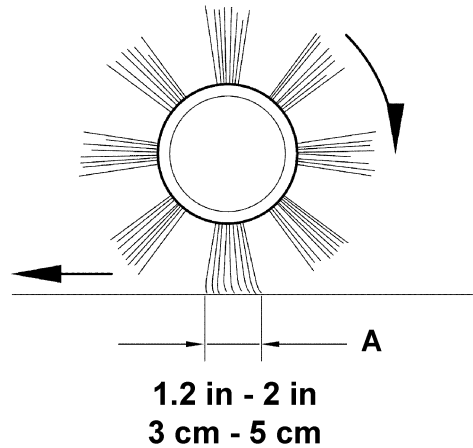
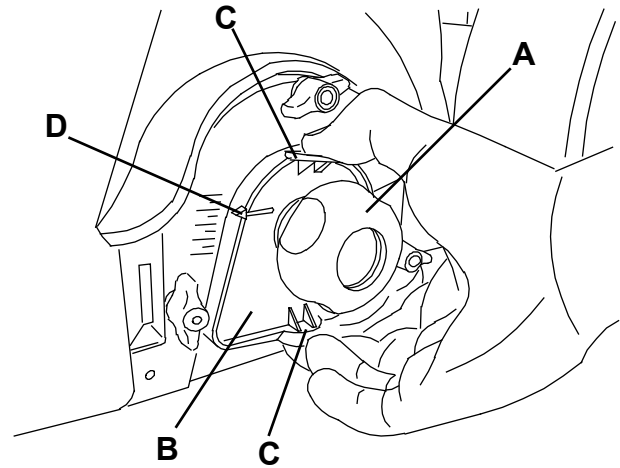

Figure 3
Figure 4
- Arrêter le balai central en appuyant sur l'interrupteur (1), puis déplacer la machine.
- Contrôler que la largeur de la trace (A, Fig. 3) laissée par le balai est comprise entre 3 et 5 cm (entre 1.2 et 2 in) dans toute sa longueur.
2. Positionner l'interrupteur général (1) sur "0".
3. Desserrer la poignée (A, Fig. 4) sur les deux côtés de la machine.
4. Saisir le support (B) aux points (C) et le déplacer vers l'extérieur, puis le soulever ou l'abaisser pour régler la hauteur du balai central. Pour l'ampleur du déplacement, se référer au repère (D). Enfin, visser et serrer la poignée (A) sur les deux côtés de la machine.